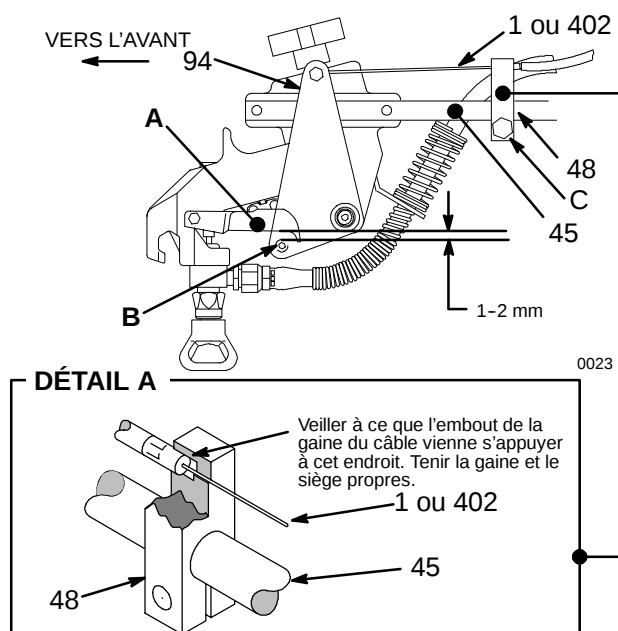

Fig. 21
Pour réduire les risques de blessure par injection de produit du à un déclenchement accidentel du pistolet à distance, toujours décrocher le câble d'actionnement de gâchette de son bloqueur avant de manipuler le pistolet. Voir Fig. 21, DÉTAIL A. **Lors du décrochage du câble, le pistolet va se déclencher brièvement!** Avant de déposer le pistolet de son porte-pistolet, enclencher la sécurité de gâchette.
1. Pour décrocher le câble, saisir le câble (1 ou 402) juste derrière le bloqueur (48). Le tirer sur 13 mm environ et le dégager du bloqueur en le soulevant. **Le pistolet va se déclencher brièvement!** Voir Fig. 21.
2. Pour accrocher le câble d'actionnement de la gâchette (1), l'enfiler dans le bloqueur (48), en veillant à ce que l'embout de la gaine du câble soit fermement appuyé à l'intérieur du siège du bloqueur. **Le pistolet va se déclencher brièvement!** Voir Fig. 21.
(Voir Fig. 21)
Ne pas laisser le câble (402) frotter contre les bords extérieurs de la rainure (H) pratiquée dans le bloqueur (48), ceci afin d'éviter une usure prématurée des câbles. Faire légèrement pivoter le bloqueur afin d'éliminer tout frottement. Voir Fig. 21, **DÉTAIL A**.